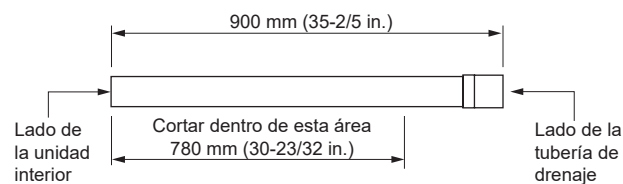

Fig. 5-2
5.2. Manguera de drenaje (Fig. 5-2, 5-3, 5-4)
- La manguera de drenaje tiene 900 mm (35-2/5 in.) de longitud, por lo que la salida de drenaje se puede elevar. Corte la manguera de drenaje a la longitud adecuada antes de conectarla. (Fig. 5-2)